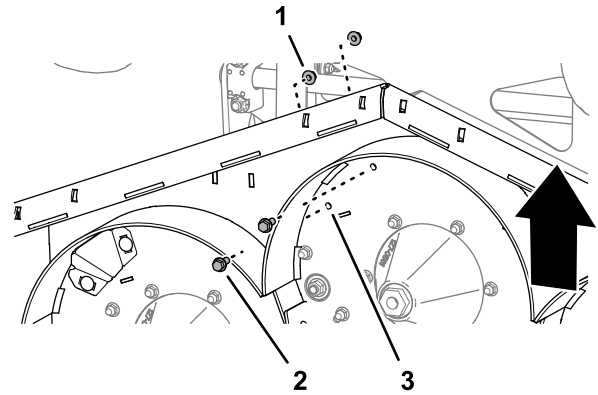

Bild 38
3. Setzen Sie die beiden Bundkopfschrauben ($\frac{3}{8}$ " x 1") in die 10 mm Löcher im Mähwerk (Bild 38) ein und sichern Sie die Schrauben mit den beiden Sicherungsbundmuttern ($\frac{3}{8}$ "), die Sie in Schritt 2 entfernt haben.